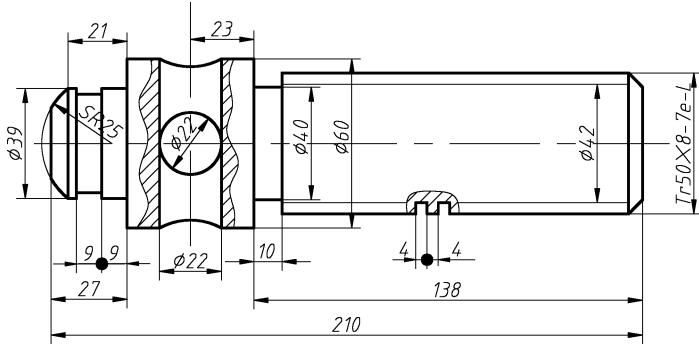

图 11-17 螺杆的尺寸标注示例
- 2) 标注圆和圆弧。“SR25”尺寸是先用“半径”样式标注的，然后在编辑时，双击该文字，可以补充尺寸文字“S”符号。同样，还有 5 个直径尺寸“39”“40”“42”“50”“60”是用“直线”样式标注的，先使用“线性”命令直接标注，之后可双击文字进行修改补充直径 ϕ 符号和“Tr50×8-7e-L”。或者在系统提示选项时，可以选择“多行文字”进行文字编辑，结果如图 11-17 所示。